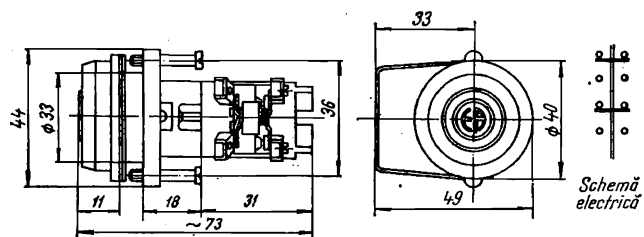

Fig. 6.2. Buton de comandă cod 3770 protecție IP 300 și cod 3771 protecție IP 430.
- butoane de comandă la care acționarea se face prin apăsarea unui buton îngropat (fig. 6.2);